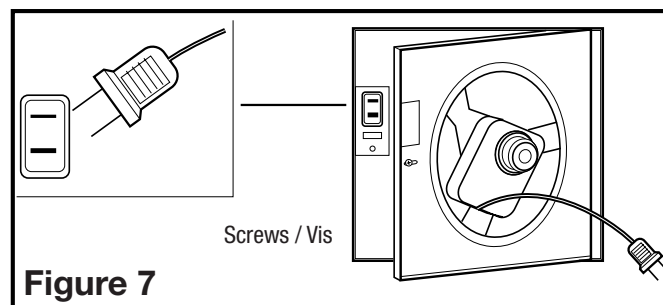

Figure 7
1. Install the fan's venturi (FA50TR or FA70TR) by holding it at approximately a 45 degree angle, hook the two tabs on the venturi into the slots on the housing and secure in place by tightening the venturi screw(s). Rotate the blower wheel by hand to ensure it spins freely. Now plug the fan motor into the receptacle (**Figure 7**).
1. Installer le venturi (FA50TR ou FA70TR) du ventilateur en le tenant à un angle d'environ 45 degrés, accrocher les deux onglets sur le venturi dans les fentes sur le cabinet et fixer en place en serrant les vis du venturi. Faire tourner la roue de la soufflante à la main pour s'assurer qu'elle tourne librement. Maintenant, connecter le moteur du ventilateur dans le réceptacle (**Figure 7**).